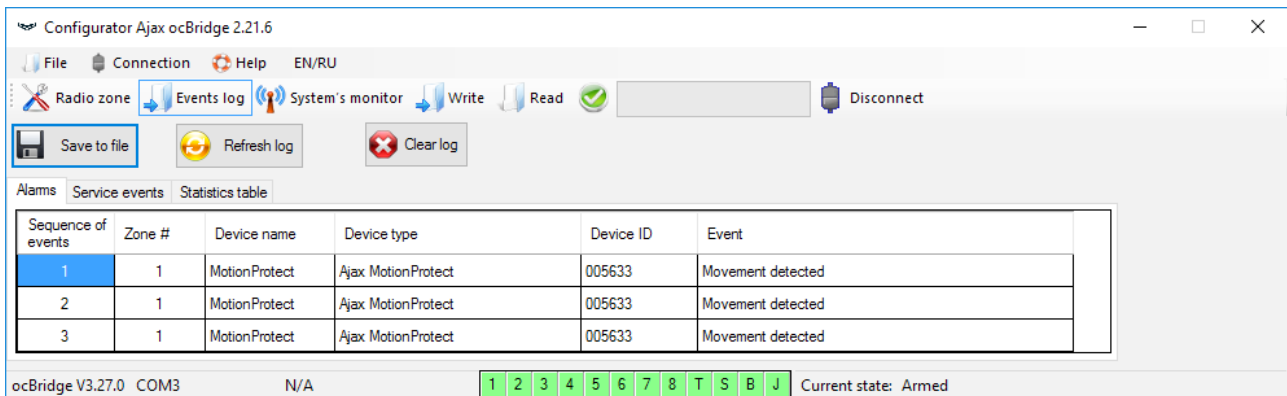
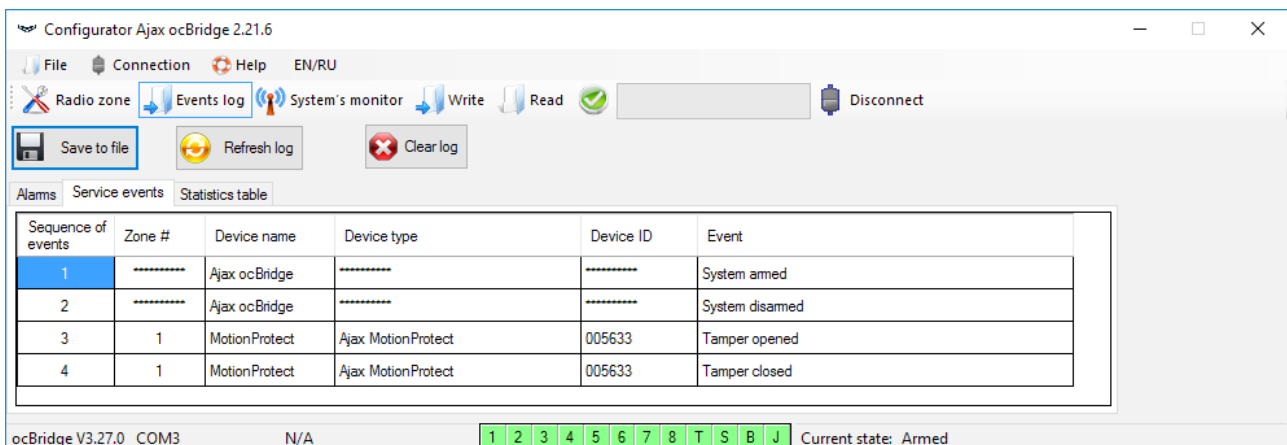

Abb. 12. Ereignisprotokoll Alarme
Abb. 13. Ereignisprotokoll Service
6. Auf der Seite **„Events log” (Ereignisprotokoll)** werden Informationen zu Alarmereignissen (Abb. 12), Wartungsereignissen (Abb. 13) und Statistiktabellen (Abb. 14) gespeichert. Die Informationen in Datenprotokollen können über die Schaltfläche **„Refresh Log”** aktualisieren oder über **“Clear Log”**